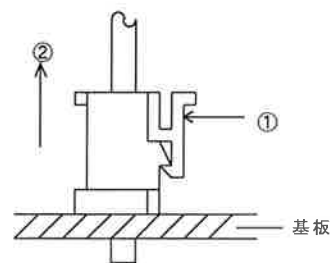

図2 コネクタ取り外し手順図
3. 本体とP.W.B部を結線しているリード線付コネクタを外します。ロック機構付コネクタを外す場合、図2の①の部分を押しながら②の方向に引き抜いてください。